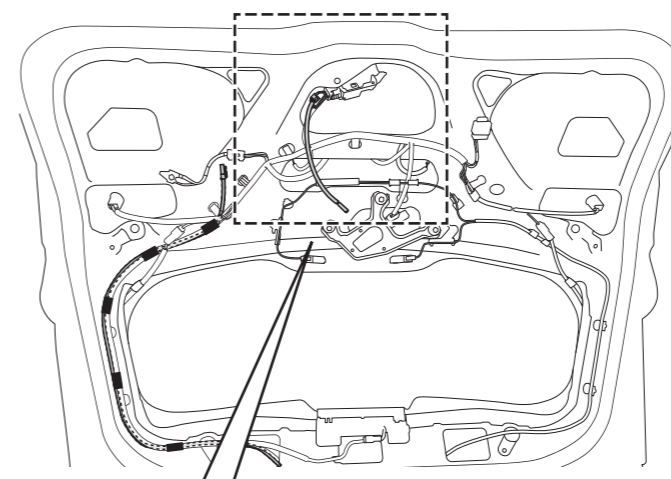

図1
13.図1を参照し、⑤カーテン接続ハーネスのエレクトロタップを取り付ける。
14.⑤カーテン接続ハーネスのエレクトロタップに⑨クッションテープを巻きつける。(図1③参照)